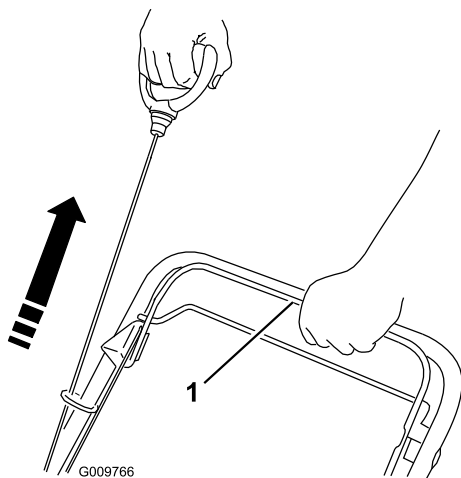
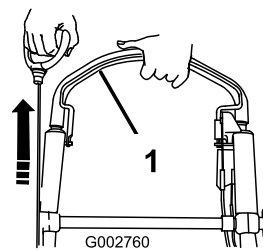

Figura 22
Figura 23
2. Sujete la barra de control de la cuchilla contra el manillar y tire del arrancador de retroceso (Figura 22 o Figura 23).